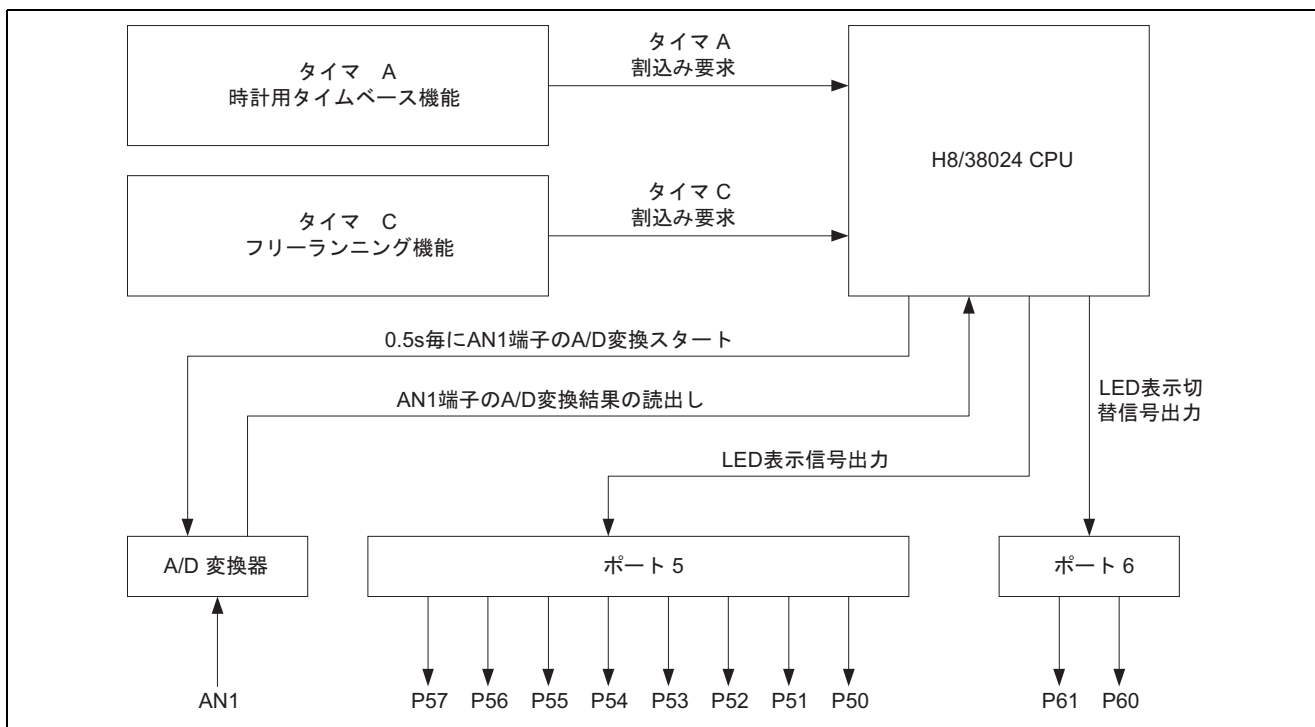

図 4 使用機能ブロック図
(1) 図 4 に本タスク例における H8/38024 の使用機能のブロック図を，表 3 に機能割付を示します。